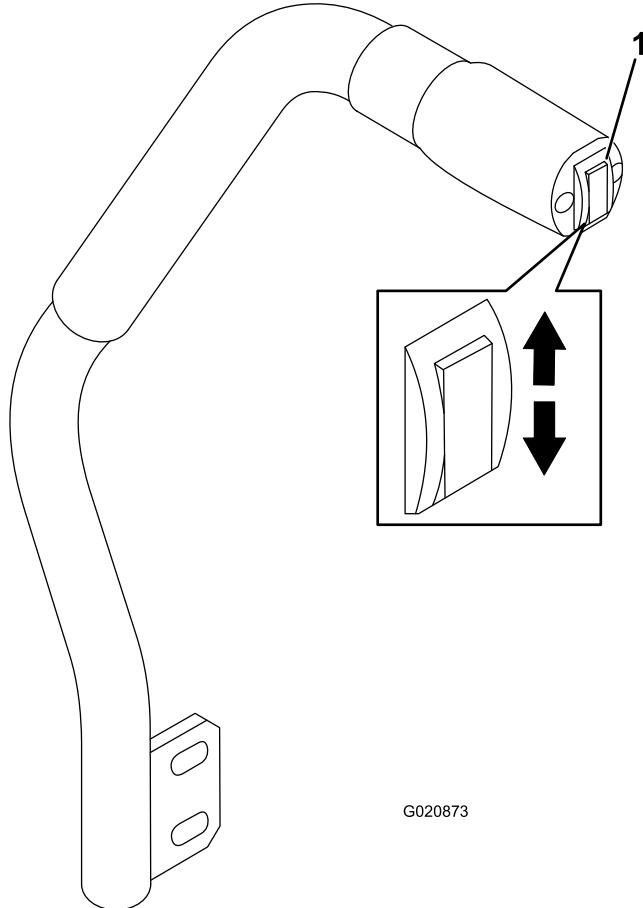

Figura 19
El interruptor de elevación de la carcasa eleva y baja la carcasa de corte (Figura 19).
- Para bajar la carcasa de corte, baje el interruptor de elevación de la carcasa (Figura 19).
- Para elevar la carcasa de corte, suba el interruptor de elevación de la carcasa (Figura 19).
que la carcasa de corte esté elevada del todo y **suelte el interruptor inmediatamente** (Figura 19).